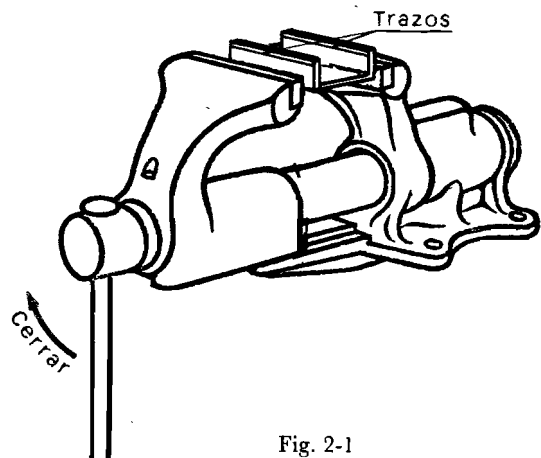

Fig. 2-1
NOTA.—La pieza se presentará con dos trazos marcados en las superficies indicadas en la fig. 2.1.
1.1. Sujeción de la pieza.—Centrar la pieza entre las mordazas del tornillo con los trazos hacia afuera para que se vean, fig. 2.1, y amarrarla de forma que sobresalga unos 10 mm por encima de las mordazas.